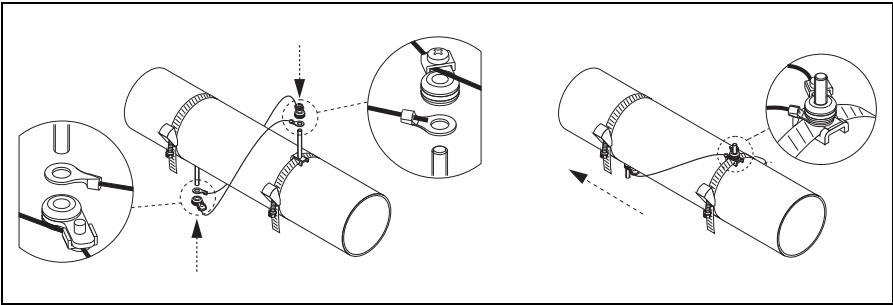

图 14: 定位捆绑带 (步骤 2 - 4)
- 捆绑带已经安装 → 图 14 / → 图 15。
- 捆绑带已经安装 → 图 14 /→ 图 15。